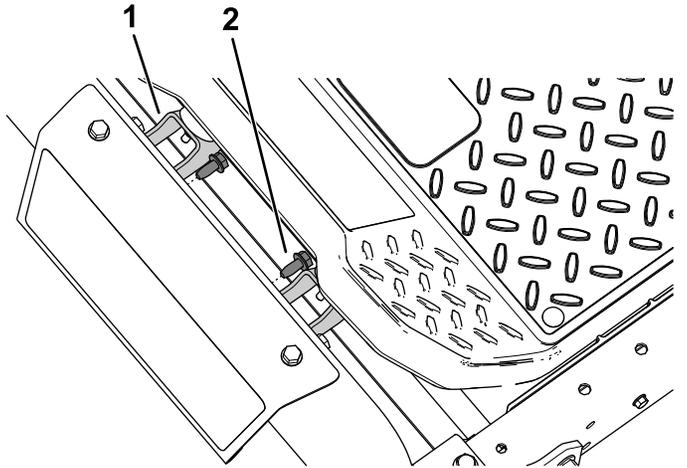

Figura 1
1. Se avete una macchina con **piattaforma MyRide™**, rimuovete le 2 viti autofilettanti (5/16" x 3/4") che fissano le staffe del paraurti (**Figura 1**).